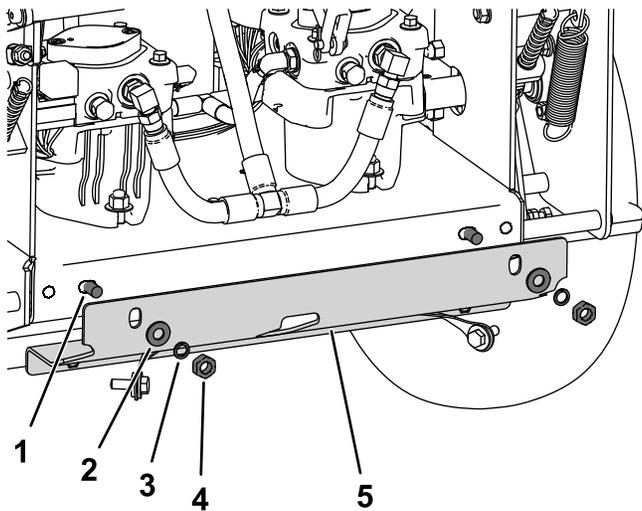

Bild 7
5. Mitteln Sie die Antriebsscheiben-Schutzvorrichtung mit zwei Schlossschrauben (M10 x 25 mm), schweren Scheiben (M10), Federscheiben und Muttern (M10) hinten am Motorrahmen aus, wie in Bild 7 dargestellt.